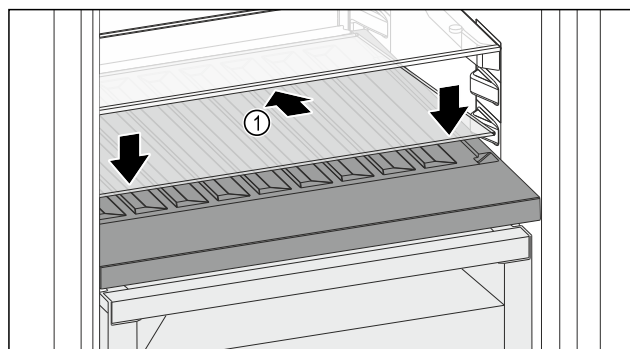

Fig. 125
- Skleněnou desku Fig. 125 (1) zasuňte šikmo a skloněnou dozadu dolů.
- Skleněnou desku Fig. 125 (1) vpředu spusťte dolů.